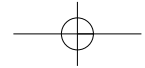

Fig. 1
5.1 Funk-Grill-Bratenthermometer (Empfänger) (Fig. 1)